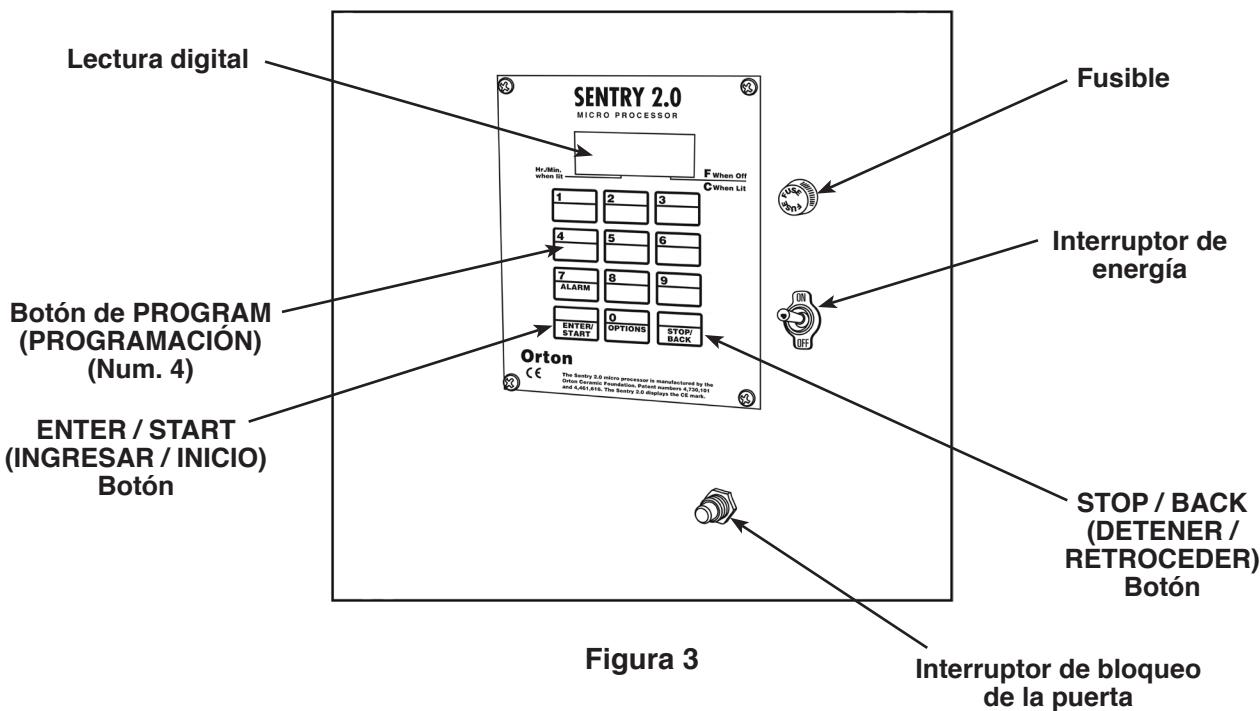

Figura 3
1. Encienda el interruptor de energía en el panel de control. Consulte la Figura 3.